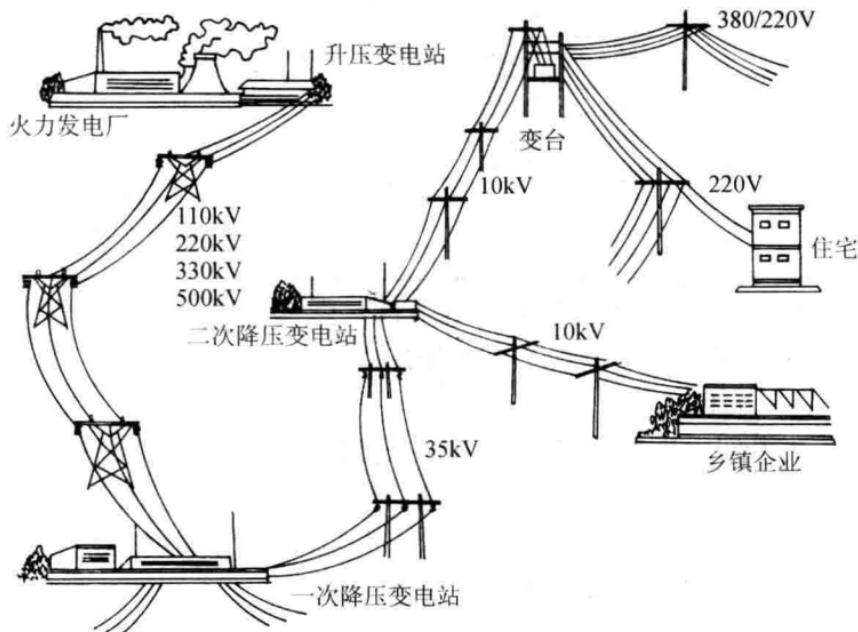

图1-2 供电系统示意图
(2) 降压的目的是便于用电户低成本、方便、安全地用电。降压变电站(所)可分为一次降压变电站(所)、二次降压变电站(所)及三次降压变电站(所)。农村常见的变电站属于三次降压变电站,又称为配电变电站,它一般是把电压从10 kV的高压降到0.4 kV的低压。对于规模较大的乡镇企业,也可以直接用10 kV的高压线路供电,如图1-2所示。